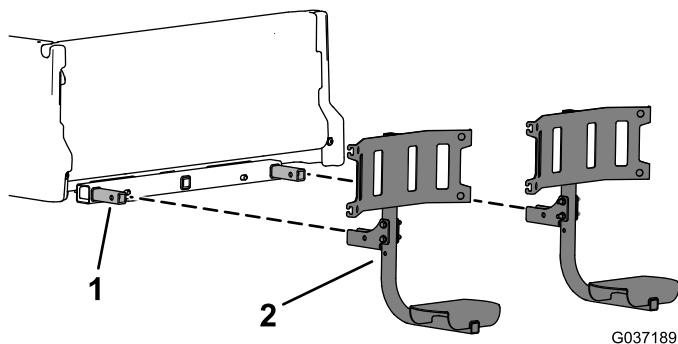

Figura 9
- Inserite i supporti del contenitore dei rifiuti montati nei relativi tubi del telaio (Figura 9).